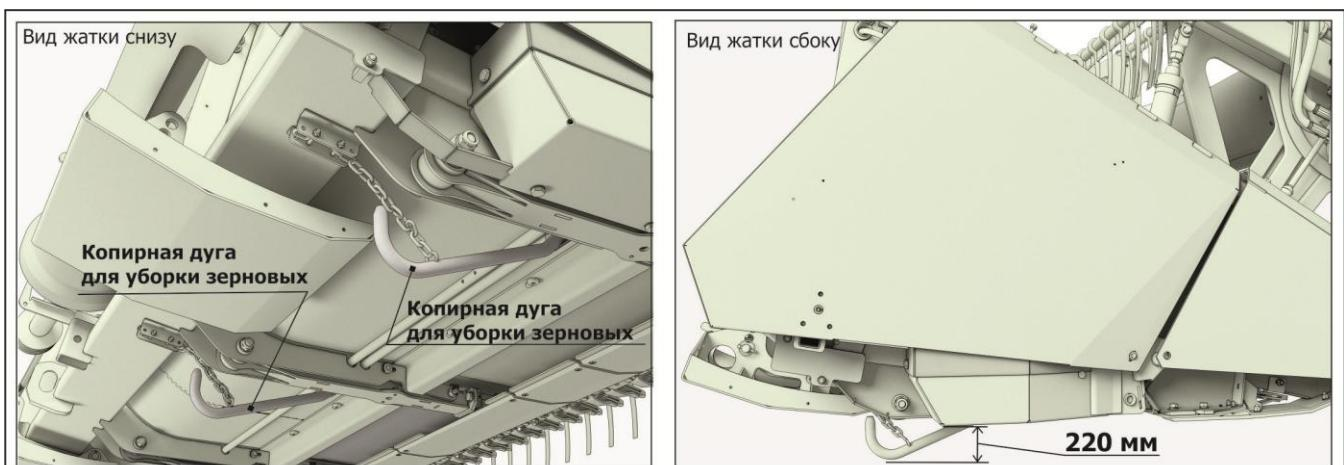

Рисунок 5.26 – Положение копирных дуг при уборке зерновых
4) Поднять копирные дуги в крайнее верхнее положение и зафиксировать (рисунок 5.26).